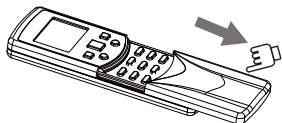

Figura 2.5
1. Deslize e abra a tampa frontal do controle remoto na direção indicada pela seta (Figura 2.5);